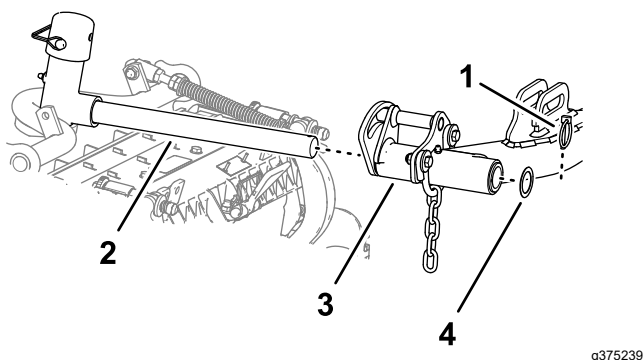

Figura 27
- Deslize uma unidade de corte sob o braço de elevação (Figura 27).